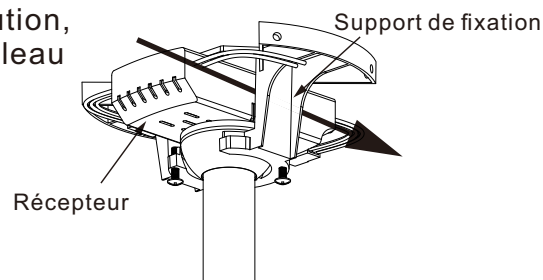

Figure 15
**Étape 1** : (Fig. 15) Insérer le récepteur dans le support de fixation, face plane du récepteur orientée vers le plafond.